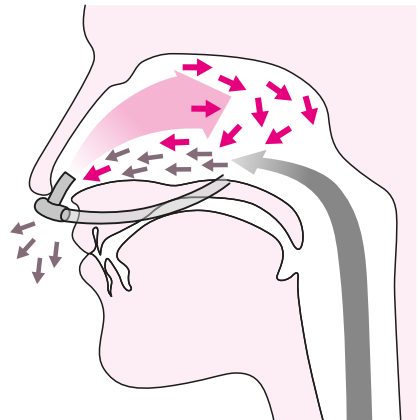

図 3 解剖学的死腔の洗い流しのイメージ
② 解剖学的死腔（鼻腔）の洗い流し **図 3** **図 4**